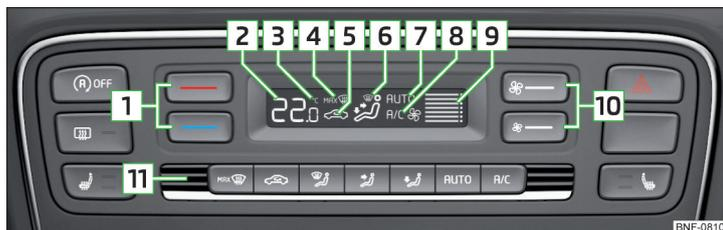

Fig. 88 Elementos de mando del Climatronic
Cada función se puede ajustar o encender presionando la tecla correspondiente » fig. 88. Con la función encendida aparece en la pantalla el símbolo correspondiente.
No cubrir el sensor de temperatura del habitáculo **11** » fig. 88 - Puede perjudicar la función del Climatronic.
- ▶ Para **encender** presionar la tecla **AUTO**. En la pantalla se muestra **AUTO** (pos. **7** » fig. 88 de la pág. 75).